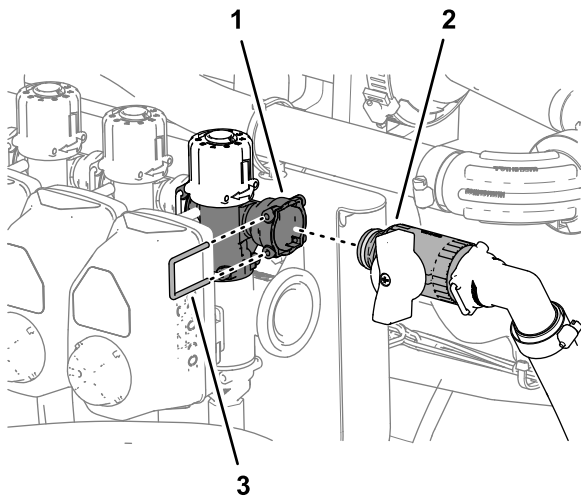

図 113
- バイパスシャットオフバルブのクイックディスコネクティングを、バイパスバルブのクイックディスコネクティングに取り付ける 図 113。
2. バイパスシャットオフバルブおよびバイパスバルブ用のクイックディスコネクティングを、リテーナで固定する(図 113ステップ 3) バイパスバルブの位置替えをするオプションのスプレースティックキットや電動ホースリールキットを搭載していない車両 (ページ 32) で外したリテーナを使用する。